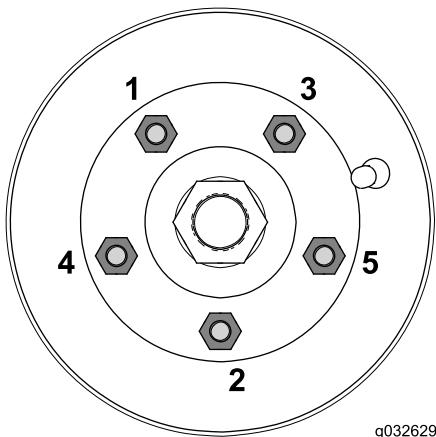

図 84
3. 以下の順序で、ラグナットを  $88-115 \text{ N}\cdot\text{m}$   $9.0-11.8 \text{ kg.m} = 65-85 \text{ ft-lb}$  にトルク締めする図 84。